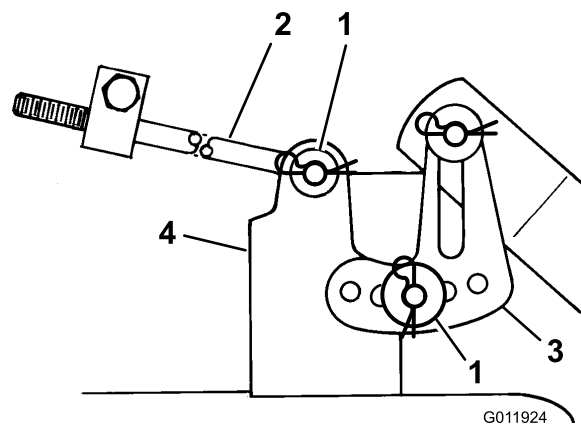

Figura 20
10. Retire el pasador y la arandela del extremo de la varilla larga (Figura 20). Retire la varilla del soporte del cortacésped.
11. Retire el pasador y la arandela del soporte de nivelación del cortacésped (Figura 20). Retire el soporte del perno de montaje. Coloque la arandela y el pasador para que no se pierdan.